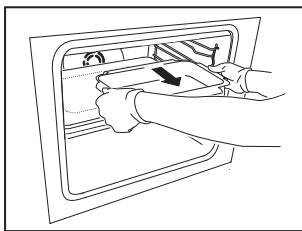

Fig. 2
2. Depois, use as pegas laterais para agarrar melhor e retire por completo o recipiente para cozinhar (Fig. 2).